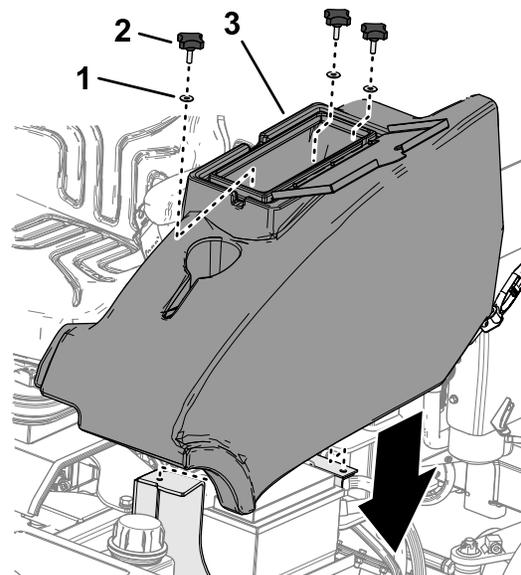

Figure 26
2. Montez le compartiment de rangement sur la machine avec les 3 boutons et les 3 rondelles (Figure 26).